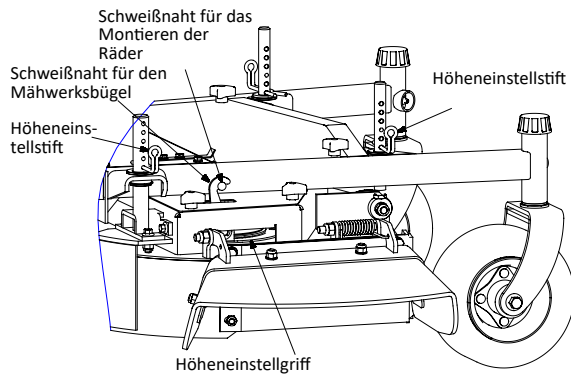

ABB. 8.
- Den Höheneinstellstift in das Loch für die gewünschte Schnitthöhe einsetzen. Siehe Aufkleber auf der Hubplatte des Mähwerks. Den Hebel aus der Transportstellung nehmen und auf den Höheneinstellstift absenken, um auf der gewählten Höhe zu mähen. Siehe ABB. 8.